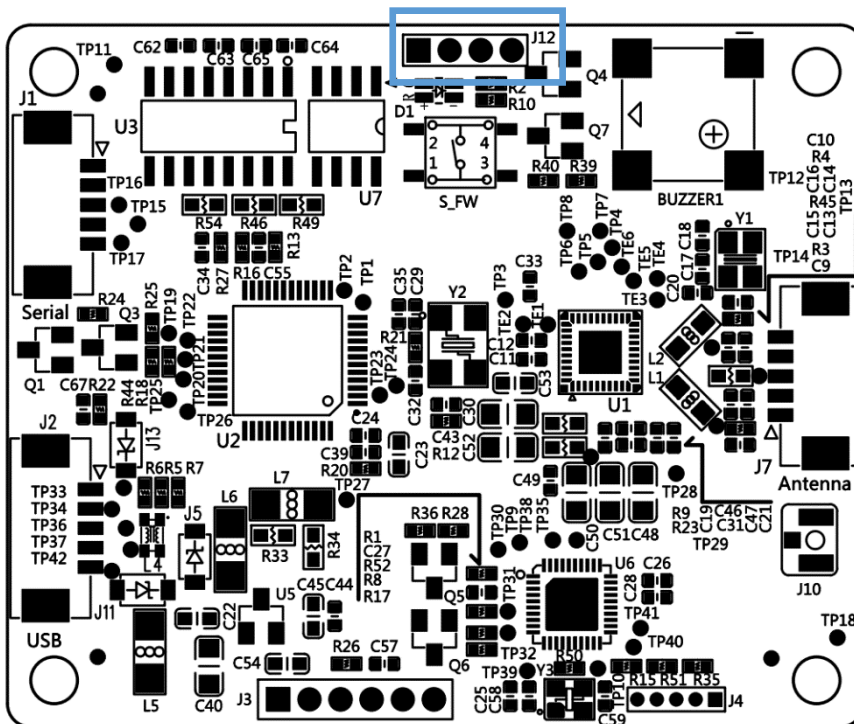
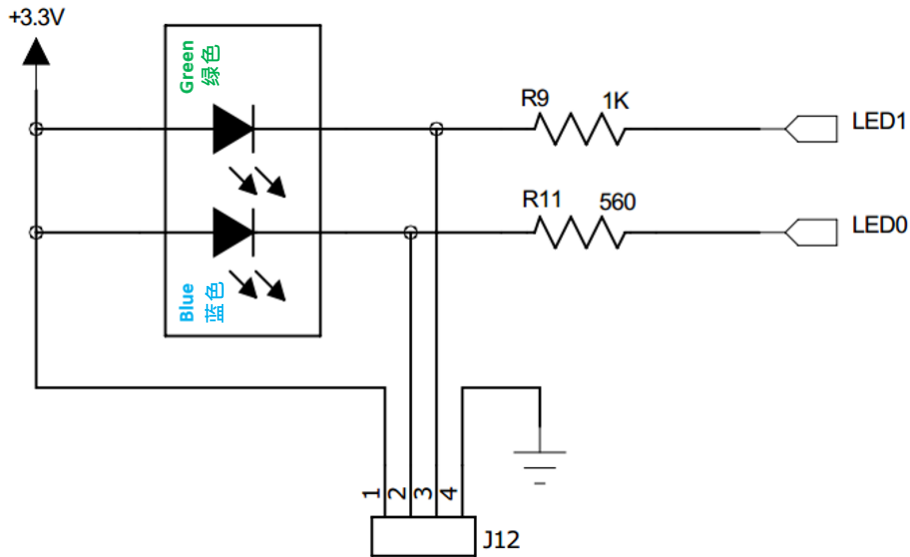

图 3: ACM1552U-Y 的 LED 配置
图 4: ACM1552U-Y 的 LED 电路图
1. 将跳线接至 **J12**，使 LED 显示电源和卡信号的状态（请参考图 3 和图 4）。